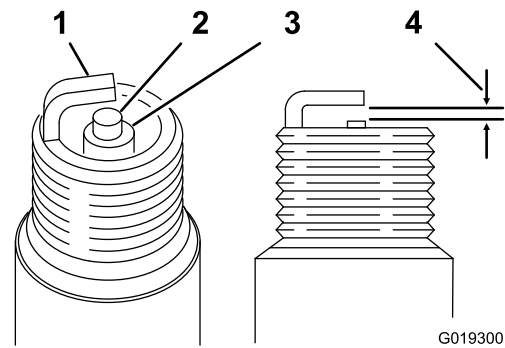

Bild 42
5. Stellen Sie den Elektrodenabstand an jeder Zündkerze zwischen der mittleren und der Seitenelektrode auf 0,76 mm ein, siehe Bild 42. Setzen Sie die Zündkerzen mit korrektem Elektrodenabstand mit einer Dichtung ein und ziehen sie auf 22 N·m fest.